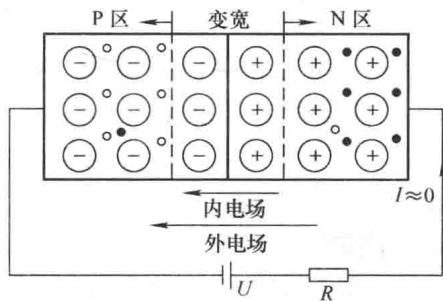

图 1-15 PN 结外加反向电压
2) PN 结外加反向电压 在 PN 结的 P 端接低电位, N 端接高电位,称 PN 结外加反向电压,又称 PN 结反向偏置,简称为反偏,如图 1-15 所示。外加电场与 PN 结形成的内电场方向相同, P 区的多子空穴(相当于正电荷)顺着外电场方向向 P 区运动,使负离子数量增多,靠近 PN 结空间电荷区的电中和被破坏; N 区的自由电子(多子且为负电荷),逆着外电场方向向 N 区运动,使正离子数量增多,这样就使得内电场的正负离子数都增多,耗尽层变宽加厚,内电场被加强。但空穴与电子不能完全复合,正负离子数达到最多数量时,PN 结停止变宽,内电场达到最强程度,形成反向饱和压降(很大)。多子在外电场作用下的定向扩散运动受阻,少子的漂移运动形成极小的反向电流,几乎不能算作导通,称为截止状态。反向饱和电流方向由 N 区指向 P 区。